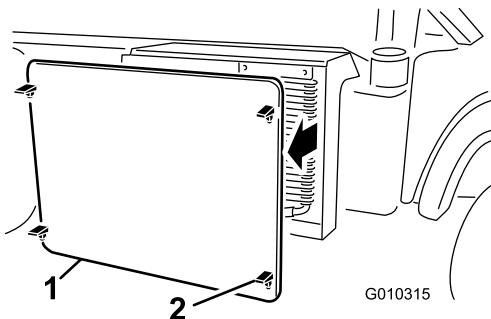

Figura 53
5. Abra los enganches y retire la rejilla del radiador de la parte delantera del radiador (Figura 53).